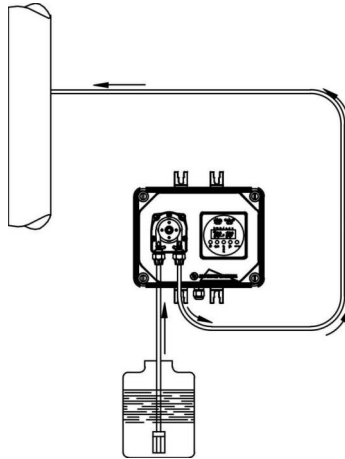

fig. 3
- c. - Placer la pompe comme la fig. 3 en tenant compte du fait qu'elle peut être fixée tant en dessous qu'au dessus du niveau du liquide à doser dans la limite maximum de 2 mètres. Le point d'injection doit toujours être situé plus haut que le liquide à injecter. Pour des liquides qui dégagent des vapeurs agressives, ne pas installer la pompe au-dessus du réservoir sauf si ce réservoir est hermétiquement fermé.